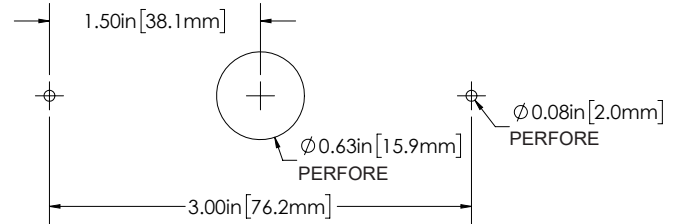

Figura 1
Paso 1. Marque tres puntos con una separación de 38,1 mm (1,5 in) en la superficie de montaje. Consulte la Figura 1.